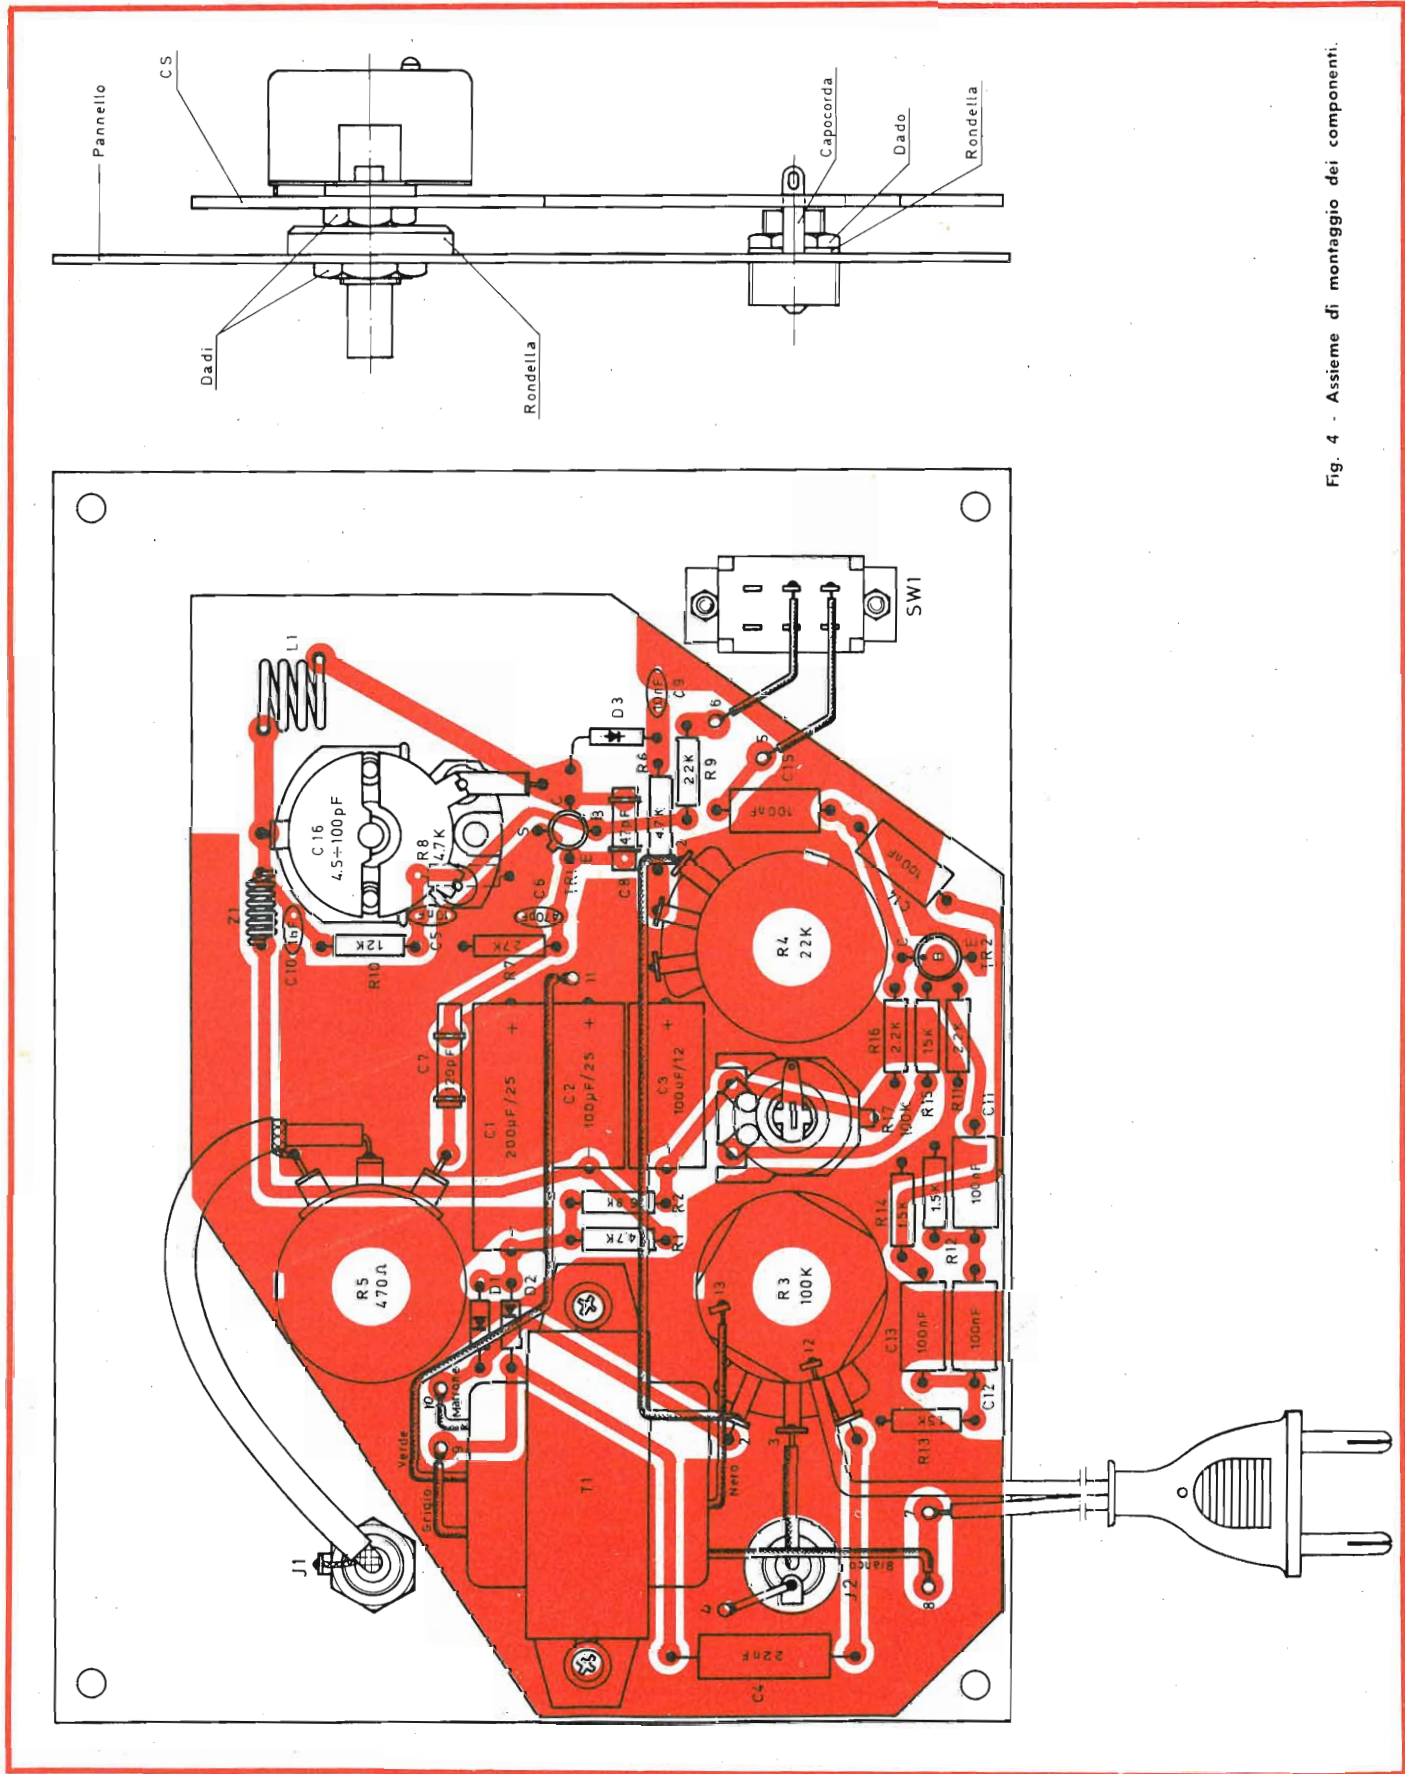

Fig. 4 - Assieme di montaggio dei componenti.
● Montare il trasformatore d'alimentazione orientandolo secondo il disegno (fig. 4) e fissandolo con due viti del \varnothing di 3 x 6 mm, rondelle e dadi.
2ª FASE - Cablaggio - Fig. 4
3ª FASE - Pannello frontale Montaggio delle parti staccate - fig. 4.
- 1) Portare il condensatore variabile C16 con le lamine del rotore tutto aperto — capacità minima — fig 4 facendo coincidere l'indice di sintonia sulla frequenza di 50 MHz indicato sulla scala